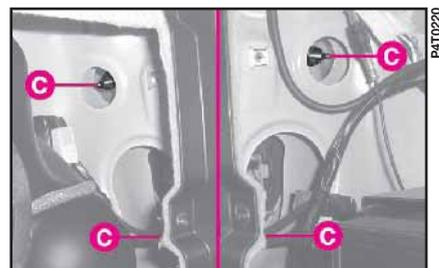
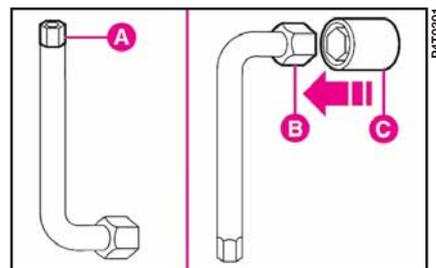

fig. 48
fig. 49
2) Smontare il gruppo ottico svitando i dadi **C** (fig. 48) con l'estremità **A** (fig. 49) della chiave fornita in dotazione alla vettura e sfilarlo dall'esterno senza scollegare il connettore elettrico. Sulle versioni con sistema audio HI-FI, per svitare i dadi di fissaggio del gruppo ottico destro, usare l'estremità **B** (fig. 49) della chiave, inserendo l'adattatore **C** (fig. 49) fornito anch'esso in dotazione alla vettura.
6) Rimontare il gruppo ottico ed avvitare i dadi **C** (fig. 48).